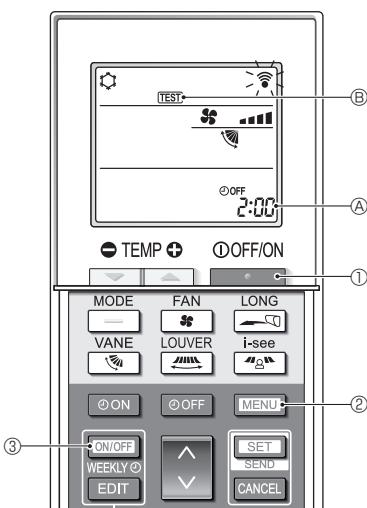

Fig. 7-5
7.2.2. Uso del comando a distanza senza filo (Fig. 7-5)
■ Prova di funzionamento (Fig. 7-5)
- Premere il pulsante ① per arrestare il condizionatore d'aria.
- Se il timer settimanale è attivo (è acceso), premere il pulsante ③ per disattivarlo (è spento).
- Premere il pulsante ② per 5 secondi.
- ② si accende e l'unità entra in modalità di prova di funzionamento.